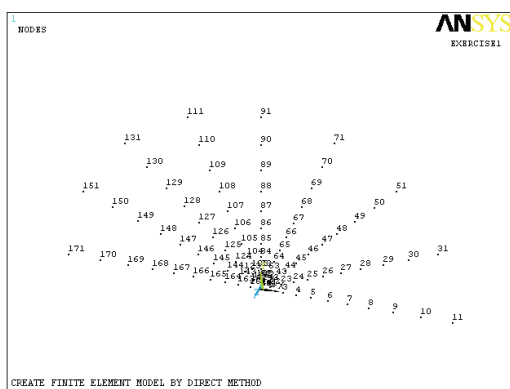

图 2-23 生成的节点结果显示
11) 选择 Main Menu | Preprocessor | Modeling | Create | Nodes | Fill between Nds 命令，出现 Fill between Nds 拾取菜单，在输入栏中输入 1，11，单击 OK 按钮，出现 Create Nodes Between 2 Nodes 对话框，在 NODE1, NODE2 Fill between nodes 后面的 2 个输入栏中分别输入 1、11，在 NFILL Number of nodes to fill 输入栏中输入 9，在 NSTRT Starting node no. 输入栏中输入 2，在 NINC Inc. between filled nodes 输入栏中输入 1，在 SPACE Spacing ratio 输入栏中输入 3，在 ITIME No. of fill operations 输入栏中输入 9，在 INC Node number increment 输入栏中输入 20，单击 OK 按钮关闭该对话框。生成的节点结果如图 2-23 所示。